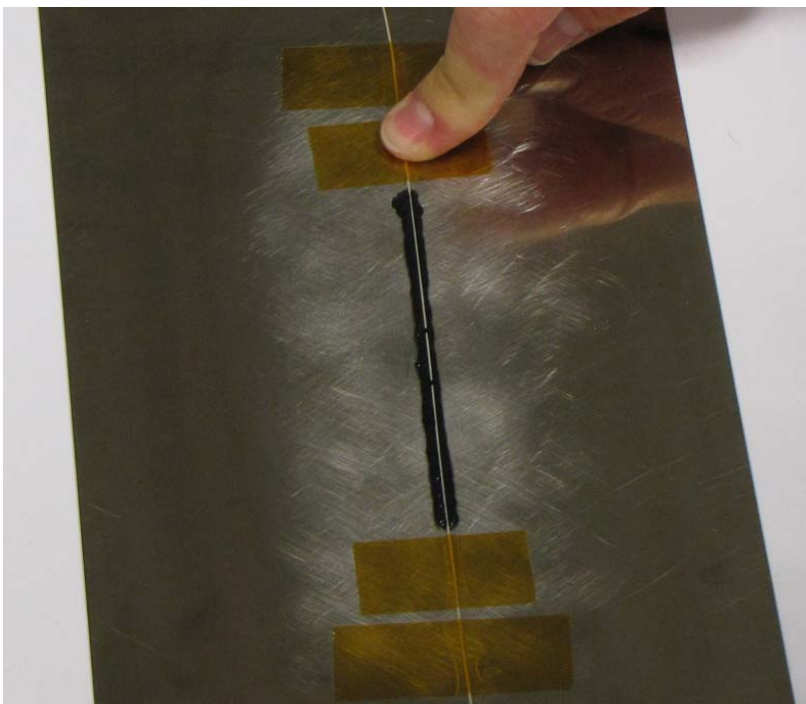

Abb. 2.5: Anbringen zweier weiterer Klebestreifen an den Klebstoffenden
1. Fixieren Sie die Messfaser mit zwei weitere Klebestreifen unmittelbar an den Enden der Klebestelle (Abb. 2.5).